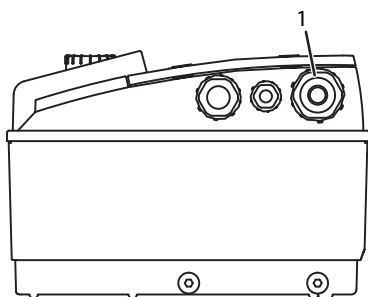

Fig. 22: Passe-câbles à vis M25
- Le câble d'alimentation électrique doit être inséré dans le passe-câbles à vis M25 (fig. 22, pos. 1).